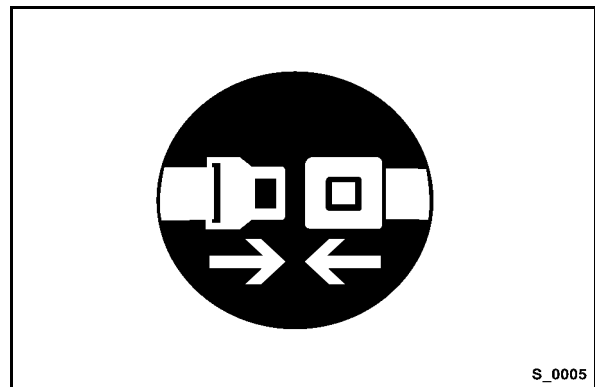

Fig. 53
- Boucler la ceinture de sécurité (Fig. 53).